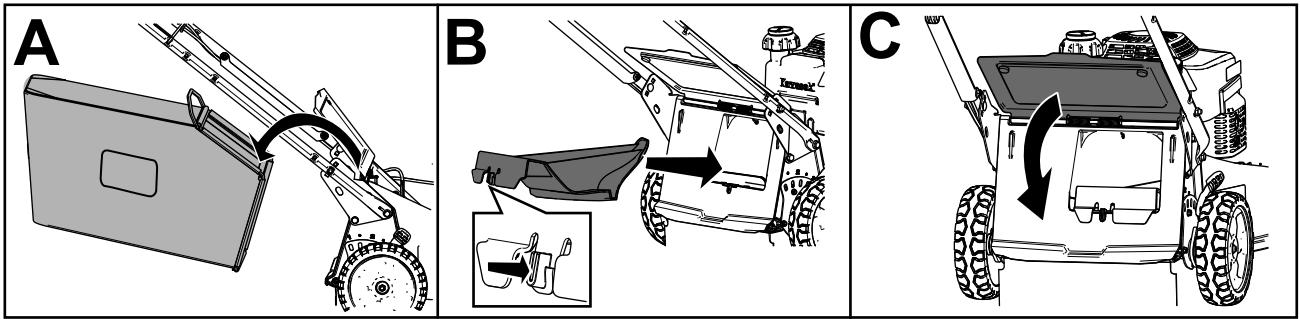

Figura 20
- Se il cesto di raccolta è montato sulla macchina, rimuovetelo (A di Figura 20).
- Se il coperchio dello scarico posteriore non è installato, afferratelo dalla maniglia, sollevate il deflettore posteriore e inseritelo nel cammino di scarico posteriore fino a bloccare il fermo in posizione (B di Figura 20).
3. Rimuovete l'asta sul cesto di raccolta dalle tacche alla base della stegola (A di Figura 20).
4. Installate il coperchio di scarico (B di Figura 20).
5. Abbassate il deflettore posteriore (C di Figura 20).